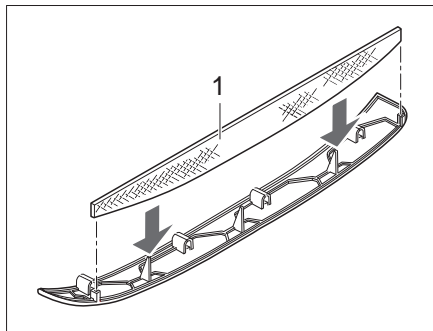
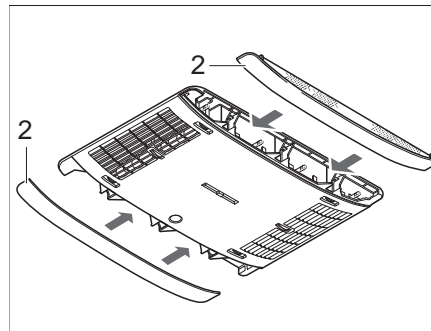

Fig. 274 Filtro de pelusas de la instalación de aire acondicionado
Fig. 275 Paneles de instalación de aire acondicionado
En los paneles laterales (Fig. 275,2) hay dos filtro de pelusas. Los filtros de pelusas deben ser limpiados a intervalos regulares, pero por lo menos cada 6 meses, y reemplazados en caso necesario.
- Sacar los paneles (Fig. 275,2) del distribuidor de aire y limpiar los filtro de pelusas (Fig. 274,1) o reemplazarlos si es necesario.